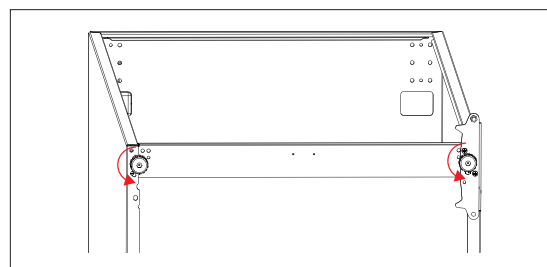

Afb. 7
- ▶ Til de schroefafdekking eraf (afb. 7) en verzet deze naar de tegenoverliggende zijde op de vrijgekomen boringen. Let erop, dat de beide vergrendelingsnokken van de schroefafdekking aan de voorkant liggen en vast in de voorste boringen zitten.